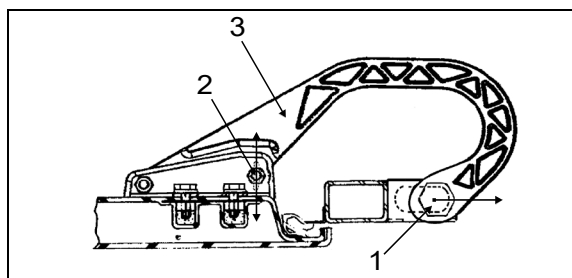

FIGURE 76 : CHARNIÈRE DE PORTE SUPÉRIEURE
2. Desserrer l'écrou (1, Figure 76).
3. Déplacer la pièce (3, Figure 76) tel qu'illustré dans la figure pour l'ajuster vers la gauche ou la droite.
4. Serrer l'écrou (1, Figure 76).
5. Desserrer l'écrou (2, Figure 76).